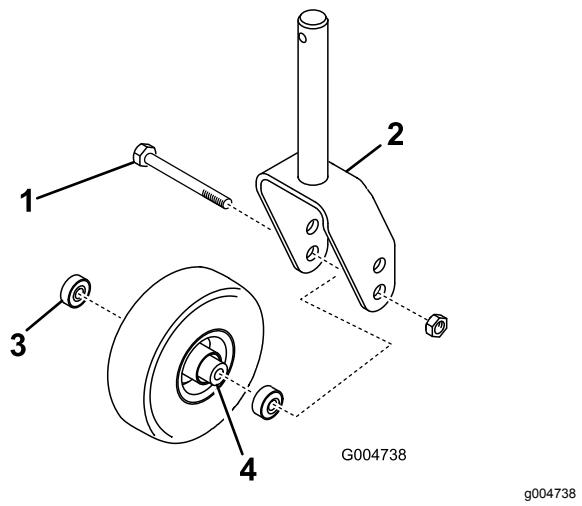
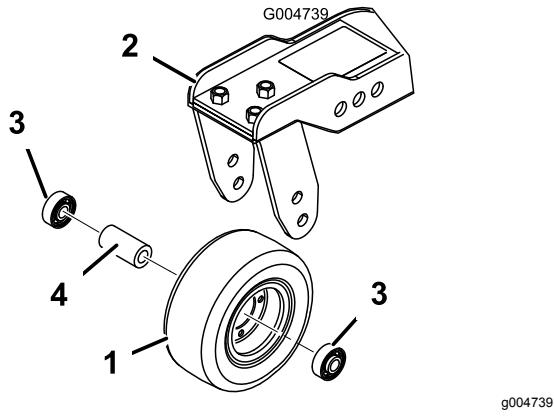

Bild 107
Bild 108
1. Entfernen Sie die Sicherungsmutter von der Schraube, mit denen das Laufrad in der Mitte der Laufradgabel (**Bild 107**) oder am Laufradgelenkarm (**Bild 108**) befestigt ist. Halten Sie das Laufrad fest und schieben die Schraube aus der Gabel oder vom Gelenkarm ab.
2. Entfernen Sie das Lager aus der Radnabe und lassen das Lagerdistanzstück herausfallen (Bild 107 und Bild 108). Entfernen Sie das Lager aus der gegenüberliegenden Seite der Radnabe.